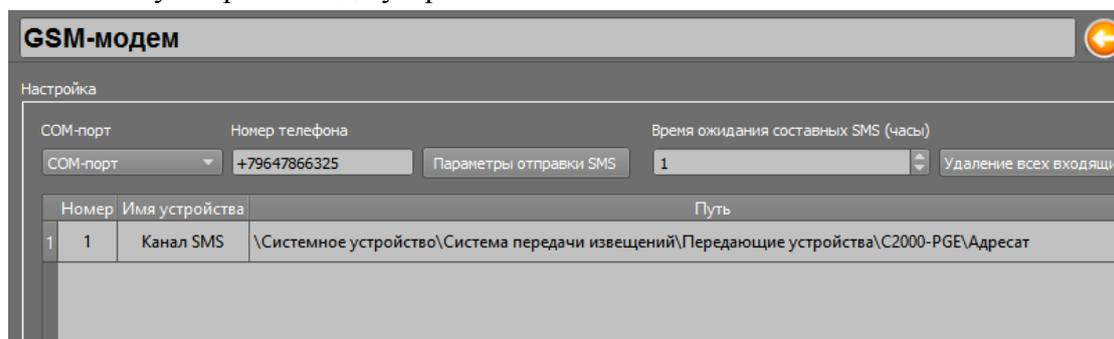

Рисунок 4.64. Привязанный канал «С2000-PGE» в GSM-модеме
5. В настройках модема укажите номер телефона SIM карты установленной в модем, в параметре «Время ожидания составных SMS» укажите значение – 1 час (Рисунок 4.64). При необходимости укажите количество попыток отправки SMS команд и паузы между отправками.